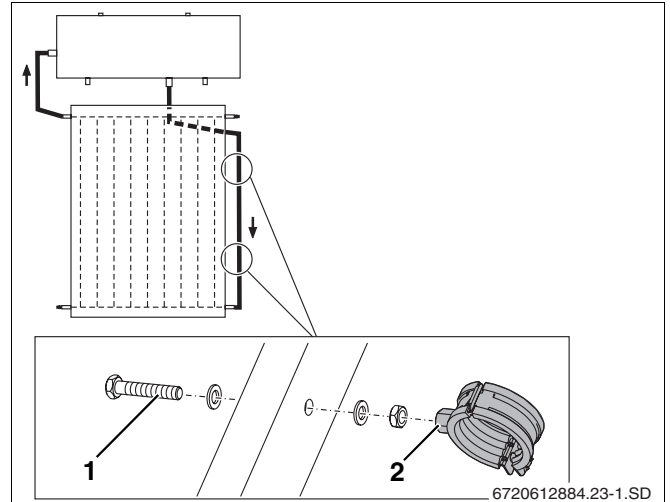

fig. 23 Fixar a braçadeira de tubo ao apoio comprido 45° à direita
- ▶ Aparafuse as braçadeiras de tubo fornecidas junto (fig. 23, **item 2**) com parafusos M8 x 40 (fig. 23, **item 1**), anilhas e porcas ao apoio comprido direito 45°.